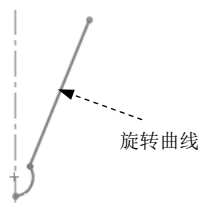
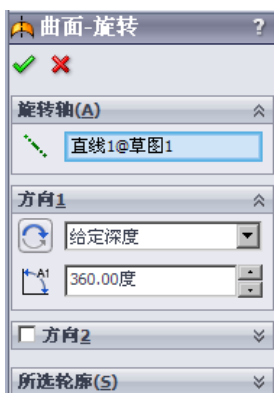

图 5.3.7 定义旋转曲线
图 5.3.8 “曲面-旋转”对话框
Step3. 定义旋转曲线。选取图 5.3.7 所示的曲线为旋转曲线，系统弹出图 5.3.8 所示“曲面-旋转”对话框。
说明：在选取旋转曲线时，系统自动将图 5.3.7 所示的中心线选取为旋转轴，所以此例不需要再选取旋转轴；用户也可以通过激活  后的文本框来选择中心线。
Step5. 定义旋转类型及角度。在“曲面-旋转”对话框（图 5.3.8）的“方向1”区域后的下拉列表中选择“给定深度”选项，在后的文本框中输入角度值 360，如图 5.3.8 所示。